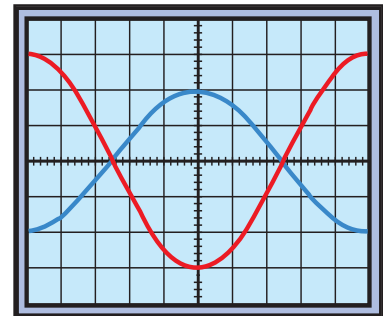

Fig.42
14. Un oscilloscope à double trace permet de visualiser, à la fois, sur la voie A, la tension primaire (tracé rouge sur la figure 42) et sur la voie B (tracé bleu) la tension secondaire d'un transformateur sous tension. Sachant que la sensibilité verticale est réglée sur la voie A à 5V/cm et sur la voie B à 50V/cm :